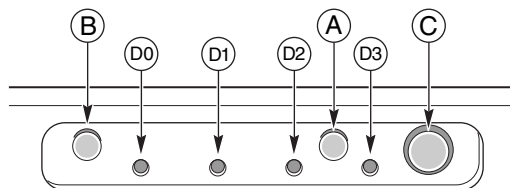

Figura 2 Controles e indicadores do painel frontal
Os controles e indicadores frontais a seguir aparecem na Figura 2.
6. Se o servidor não ligar automaticamente quando você o conectar à tomada CA, pressione o botão Power On/Off no painel frontal. (Consulte a Figura 2 na página 46)
7. Verifique se o LED de alimentação principal, no painel frontal, está aceso (consulte a Figura 2 na página 46). Após alguns segundos, o POST será iniciado.